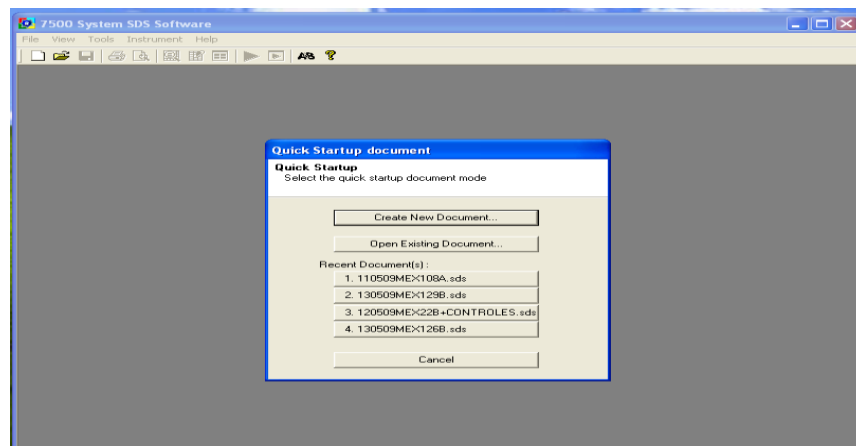

Figura 4.- Ventana de inicio del programa.
- El software abrirá exitosamente presentando una ventana con el nombre “*Quick start up document*” (inicio rápido de documento, Figura 4).